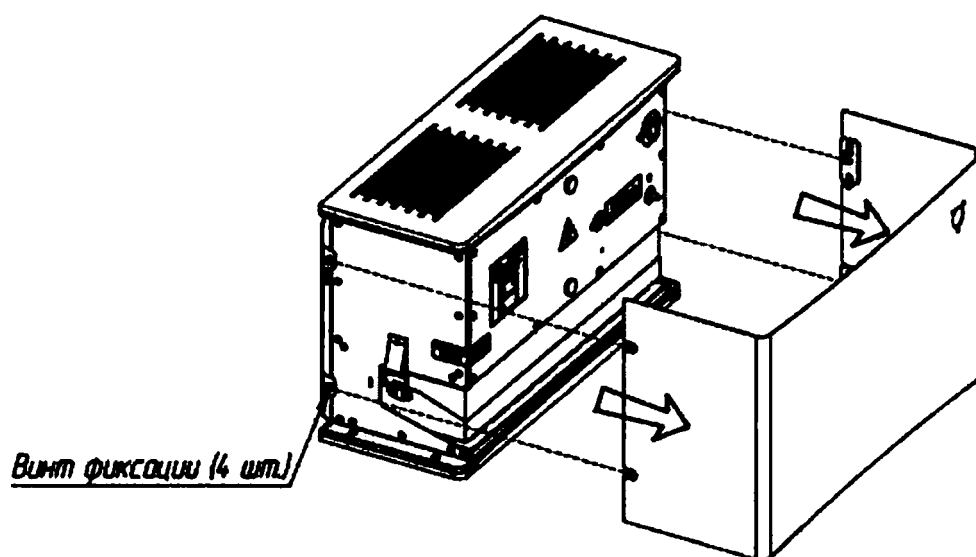

Рисунок 6.1 – Снятие сервисной панели корпуса
6.2.1 Снять сервисную панель прибора (смотровую крышку). Для этого крестовой отверткой ослабить фиксирующие болты с обеих сторон прибора и потянуть на себя сервисную панель (рисунок 6.1).